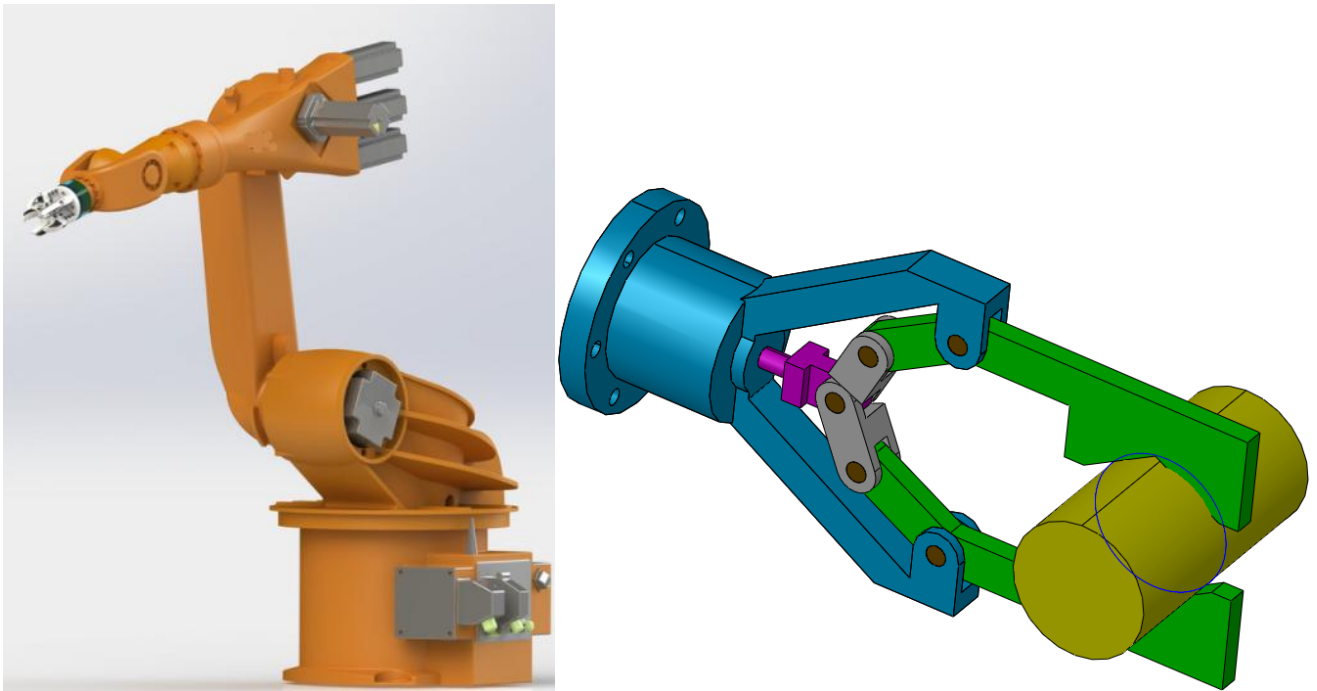
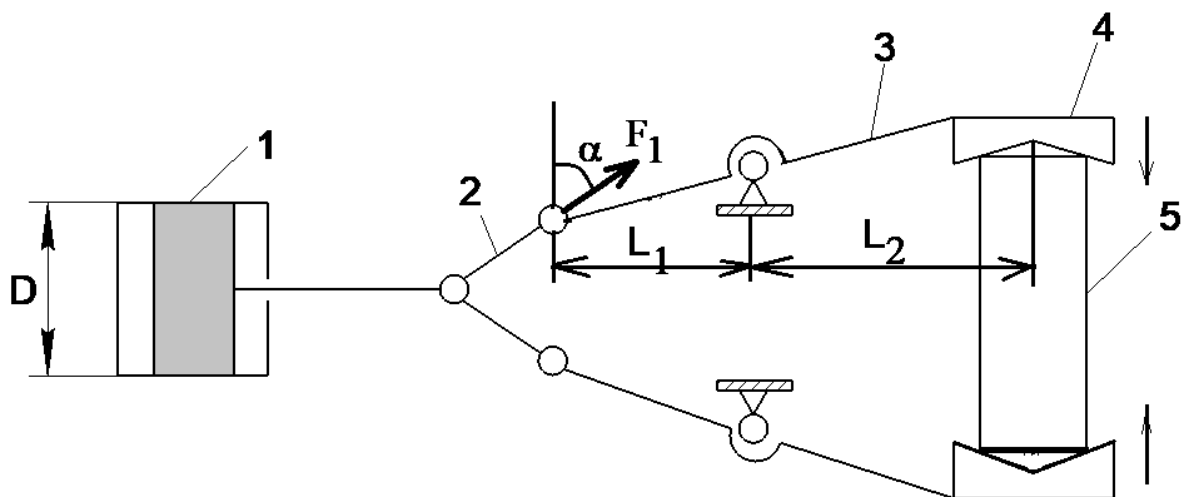

Рис. 5
Рис. 6
Для перемещения деталей электромобиля на участке применяется робот-манипулятор (рис. 5). Робот оснащен схватом (рис. 6) для захвата и удержания деталей. Схват состоит из пневмопривода (1), рычагов (2) и (3), а также губок (4), которые удерживают деталь (5). Известно, что диаметр поршня пневмоцилиндра $D=80$ мм, определить массу детали (кг), которую может поднять и безопасно удержать данный схват, если давление воздуха в пневмосистеме $p=0,4$ МПа, $L_1=0,25$ м, $L_2=0,5$ м, угол между вертикалью и усилием F_1 в шарнире А $\alpha=45^\circ$. Коэффициент запаса $k=2,15$ (коэффициент запаса показывает, во сколько раз усилие на схвате должно быть больше необходимого для удержания детали). (Принять ускорение свободного падения $g=10$ м/с²).
1. Рассмотрим расчетную схему (рис. 6). На губки действует сила тяжести $F=m \cdot g$. Равновесие звена 3 определяется из равенства моментов: $F \cdot L_2 = F_1 \cdot L_1 \cdot \cos \alpha$.